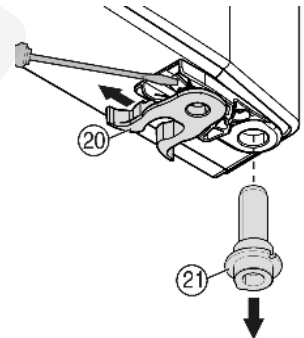

Fig. 9
- Helyezze át a rugós szorítót Fig. 9 (20): Nyomja lefelé a reteszt, felette húzza le a rugós szorítót.
- Húzza ki a tartócsapot Fig. 9 (21) az ajtóperselyből, és az alátétrel együtt az ellenkező oldalon helyezze be. A kiugrás az ajtó belső oldala, a bevágás pedig a külső oldala felé legyen.
- Az ajtót alul forgassa be és a tartócsapot Fig. 9 (21) helyezze a csapágybakba. Szükség esetén a tartócsapot forgassa el úgy, hogy be tudjon pattanni.